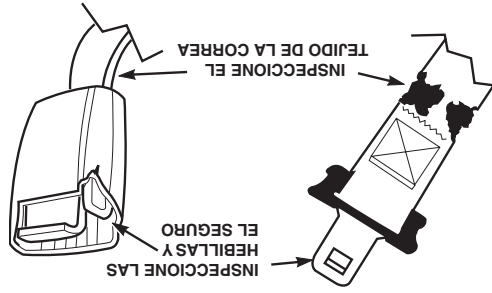

Figura 2-3 Inspección del cinturón de seguridad
1. Revise la longitud completa de las correas para detectar si hay cortes, desgaste, roturas, suciedad y rigidez. Vea la Figura 2-3.
3. Revise la hebilla y el seguro para verificar su correcto funcionamiento y determine si la placa de cierre está excesivamente gastada, deformada, o si la hebilla está dañada o agrietada. Vea la Figura 2-3.